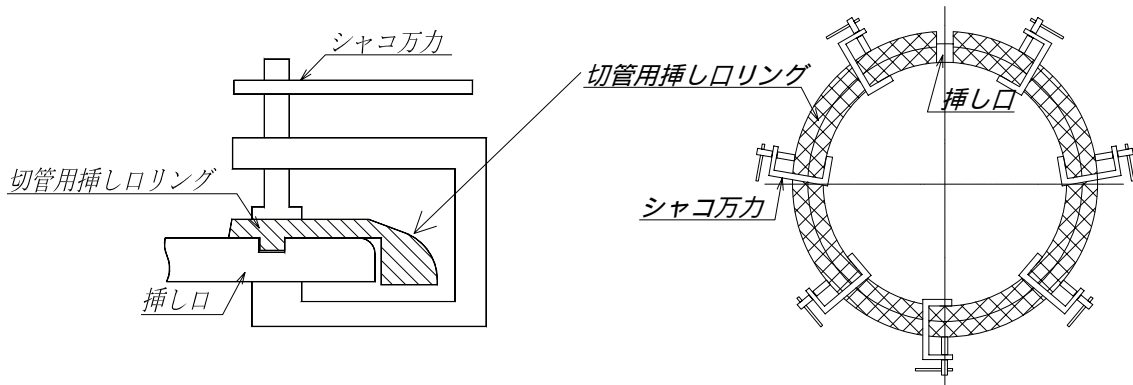

図 18 切管用挿し口リングの締め付け
- (2) シャコ万力を用いて、図 18 のように切管用挿し口リングの分割部の反対側から順次締め付ける。